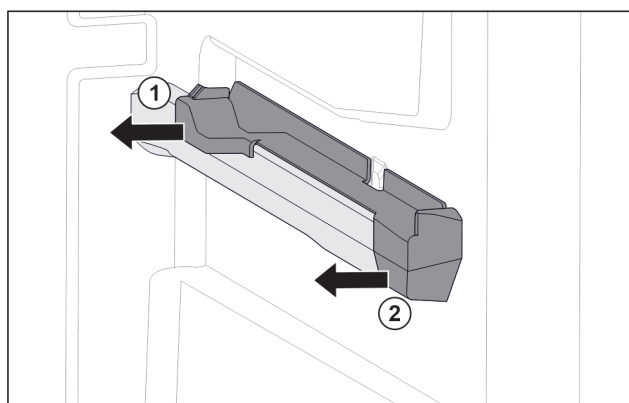

Fig. 80 Påsettsingsdel på høyre beholderribbe
- Trekk av påsettsingsdel bak til siden. Fig. 80 (1)
- Trekk av påsettsingsdel foran til siden. Fig. 80 (2)